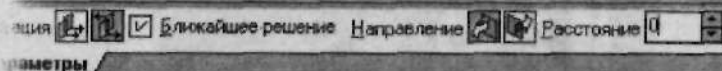
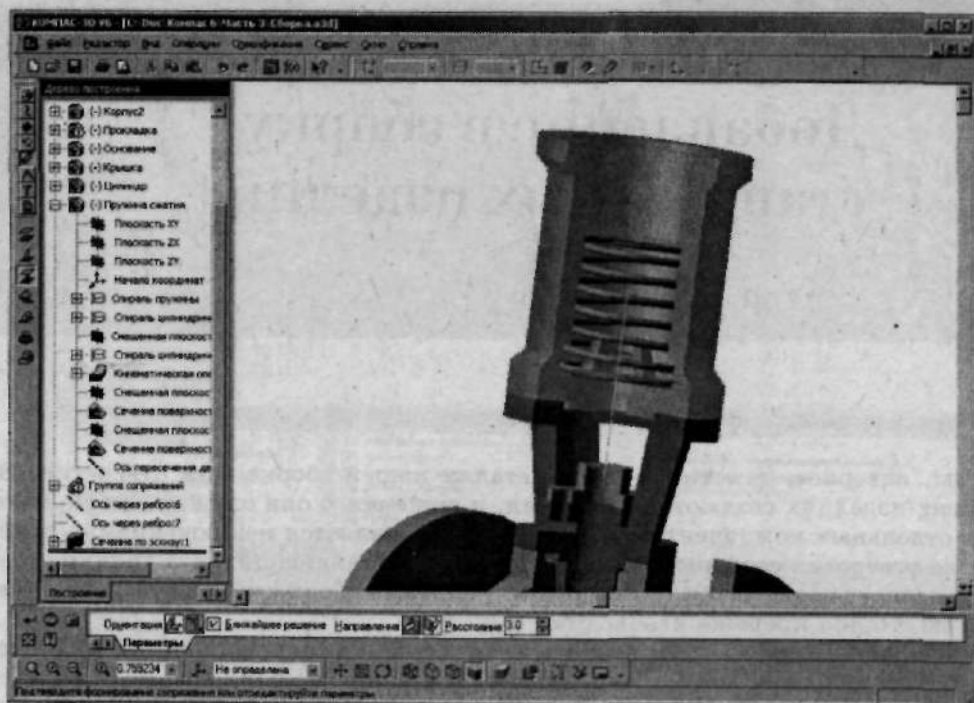

Рис. 3.50. Измените значение в поле **Расстояние**
Рис. 3.51. Пружина заняла свое место в сборке
26. После щелчка мышью **Панель свойств** изменит свой вид. На данной панели в поле **Расстояние** введите 3.0 (рис. 3.50), так как необходимо непосредственное соприкосновение **Пружины** и **Цилиндра** и плоскость проходит по верхней кромке первого витка **Пружины**. Нажмите клавишу **Enter** (Ввод) — **Пружина** примет свое законное расположение в сборке (рис. 3.51). Завершите построение данного сопряжения нажатием кнопки **Создать объект** на **Панели свойств**.